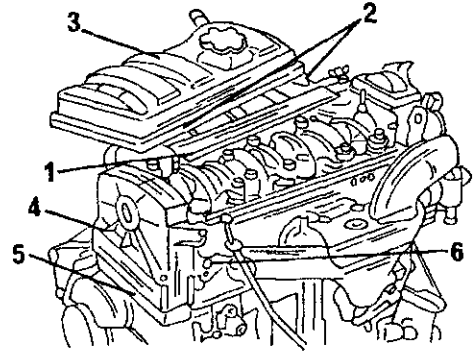

Рис. 72. Установка крышки головки цилиндров. Расшифровка цифровых обозначений приводится в тексте.
- Отрегулировать натяжение приводного ремня генератора с использованием рисунка 71. Для этого поворачивать болт (1) до получения требуемого натяжения. После этого затянуть болт и гайку (3) моментом 15 нм, а болт и гайку (2) моментом 35 нм.
- Установить обе крышки (4) и (5) (Рис. 72).
- В соответствии с указаниями раздела 2.4.5 отрегулировать зазоры клапанов и после этого установить маслоотражательный щиток (1), две распорки (2) и крышку головки цилиндров (3) (Рис. 72). Поставить трубку маслоизмерительного стержня (6) и закрепить болтом. Болты крышки головки цилиндров заворачиваются с моментом затяжки 5 нм.